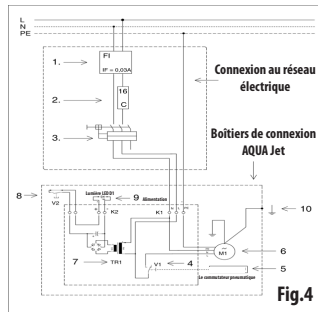

Fig.4
**Schéma électrique pour AQUA Jet 50 (fig. 4):**
Il faut connecter les pompes nage à contre-courant au réseau à l'aide du démarreur de moteur, du disjoncteur et du RCD (voir le schéma de la connection fig. 4). Leur exclusion peut menacer la vie ou présenter le menace général. L'installation doit être située en dehors de la zone de protection de la piscine (zones 0, 1 et 2), voir la norme ČSN 33 2000-7-702, avec le minimum de 3,5 m à partir du parois de la piscine, voir fig.5.